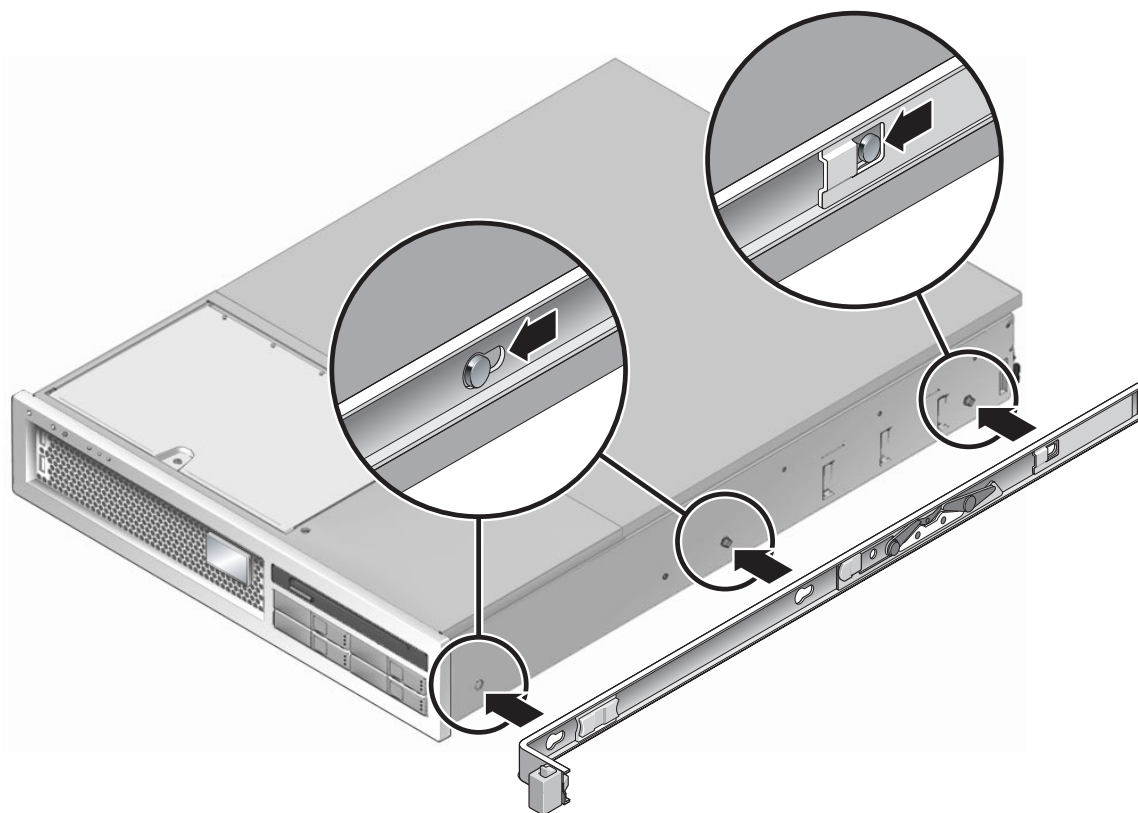

FIGURA 2-4 Collegamento di una staffa di montaggio allo chassis
- a. Posizionare la staffa di montaggio contro lo chassis (FIGURA 2-4) in modo che il blocco della guida si trovi sul lato anteriore e le tre aperture sagomate della staffa di montaggio siano allineate con i tre perni laterali dello chassis.
- c. Verificare che tutti e tre i perni siano inseriti nelle aperture e che il perno posteriore si sia innestato nel blocco della staffa di montaggio, come indicato nella parte destra della FIGURA 2-4.